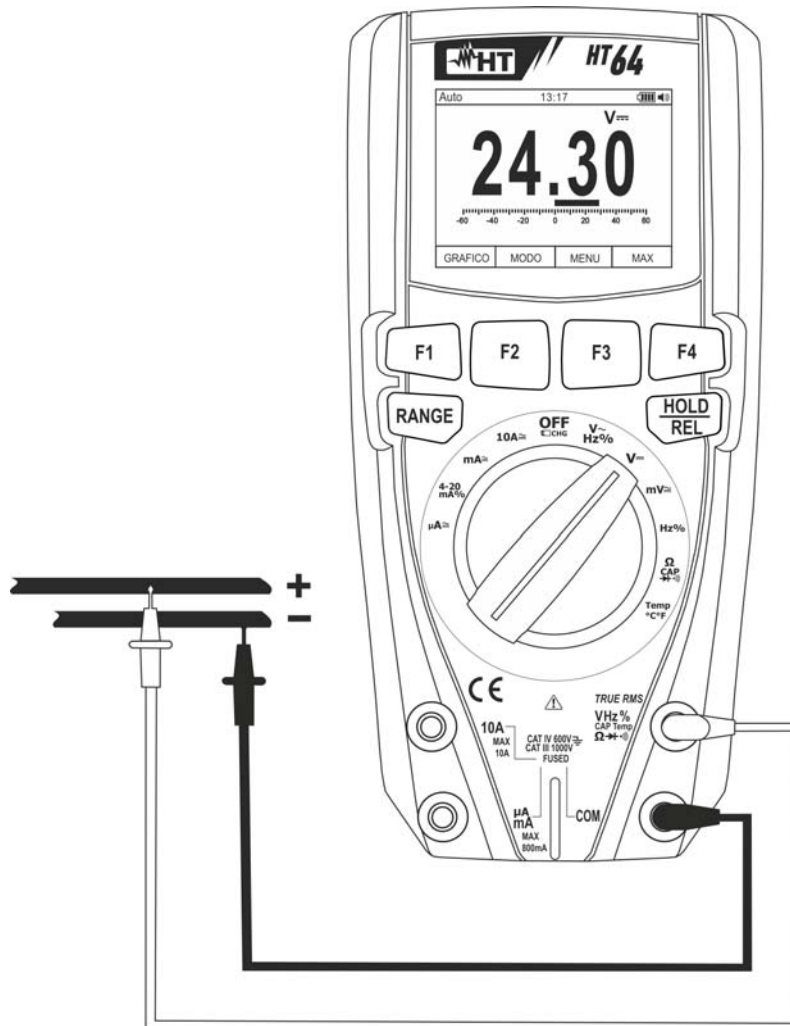

Fig. 22: Uso del instrumento para medida de Tensión CC
3. Posicione la punta roja y la punta negra respectivamente en los puntos a potencial positivo y negativo del circuito en examen (vea Fig. 22). El valor de la tensión se muestra en el visualizador
5. La visualización del símbolo "-" en el visualizador del instrumento indica que la tensión tiene sentido opuesto respecto a la conexión de Fig. 22.